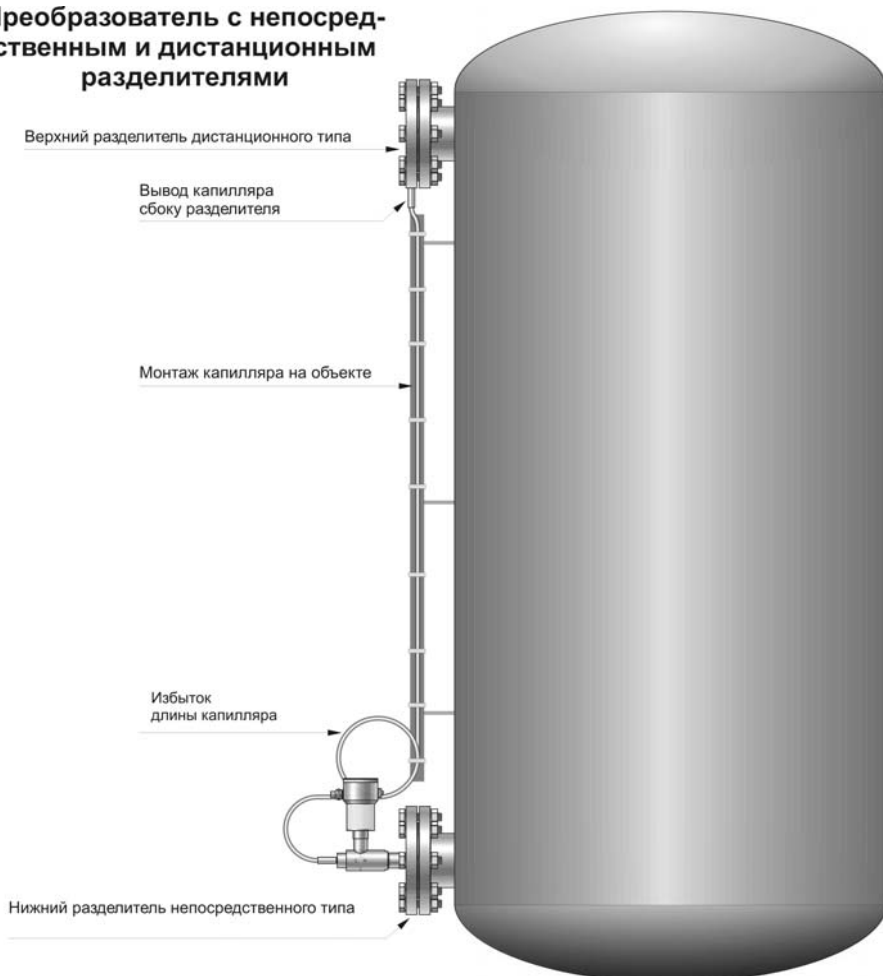

Рисунок 6 – Преобразователь с непосредственным и дистанционным разделителем
9.4.1 Преобразователи с непосредственным разделителем (соединенным с плюсовой измерительной камерой) и дистанционным (соединенным с минусовой камерой) (см. рисунок 6) применяются для гидростатических измерений уровня, плотности, границы фазы и разности давлений (при дифференцированной высоте точек отбора импульсов\*).